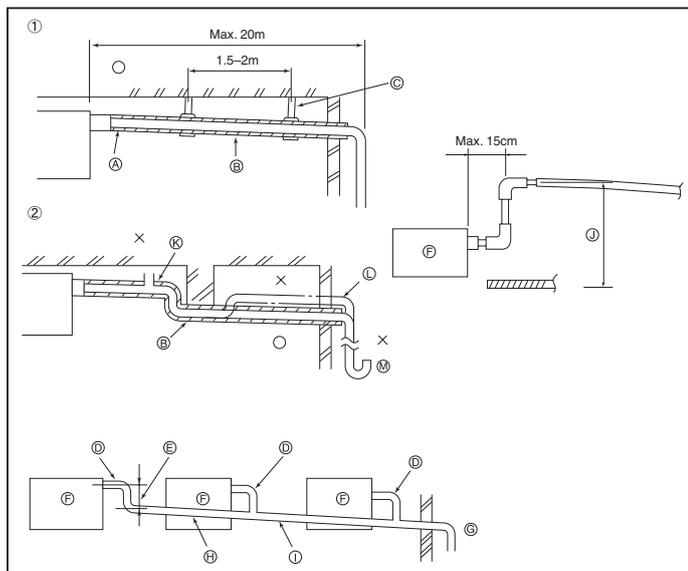

Fig. 3-4
3.4. Verrohrung der Dränage (Fig. 3-4)
- ① Richtige Verrohrung
- ② Falsche Verrohrung